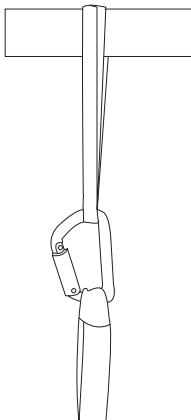
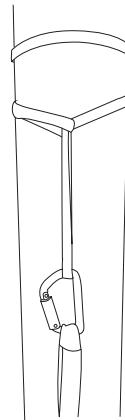
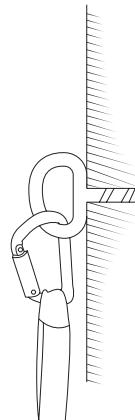
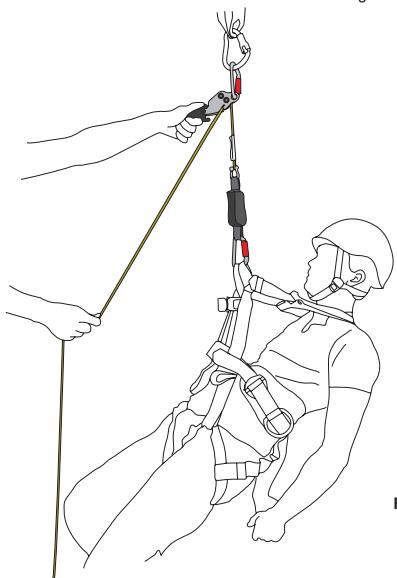

Fig. 1A: ancoraggio orizzontale
Fig.1B: ancoraggio verticale
Fig. 1C: ancoraggio fisso strutturale
Fig. 4
2. Collocare la cinghia di ancoraggio attorno a una struttura e nel moschettone, fig. 1A.
Se la cinghia di ancoraggio viene collocata attorno a una struttura verticale, staccare la cinghia, arrotolarla due volte intorno al palo e farla passare al suo interno. Quindi collegare il moschettone come illustrato in fig. 1B. Assicurarsi che la cinghia di ancoraggio si blocchi in posizione. La fig. 1C mostra come attaccare il moschettone a un ancoraggio fisso strutturale EN795 cl. A.
4. Staccare il moschettone dalla cinghia di ancoraggio. Collegare la cinghia di ancoraggio attorno a una struttura e nel moschettone come illustrato in fig. 1A or fig. 1B. Il punto di ancoraggio deve avere una capacità di carico di 12 kN (EN795). Fissare lo **SMARTLINE X** come mostrato in fig. 4.